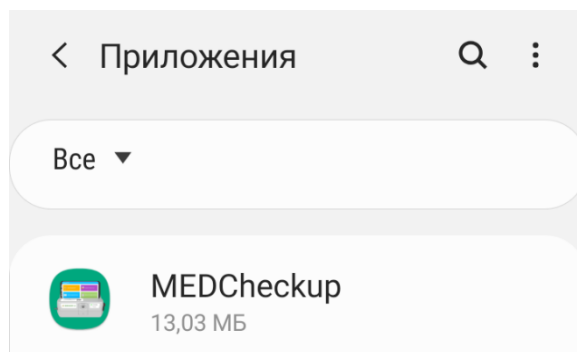

Рисунок 55 – ПО MEDCheckup в списке установленных приложений
2. Найдите в списке установленных приложений строку с ПО MEDCheckup (рисунок 55) и нажмите на нее.